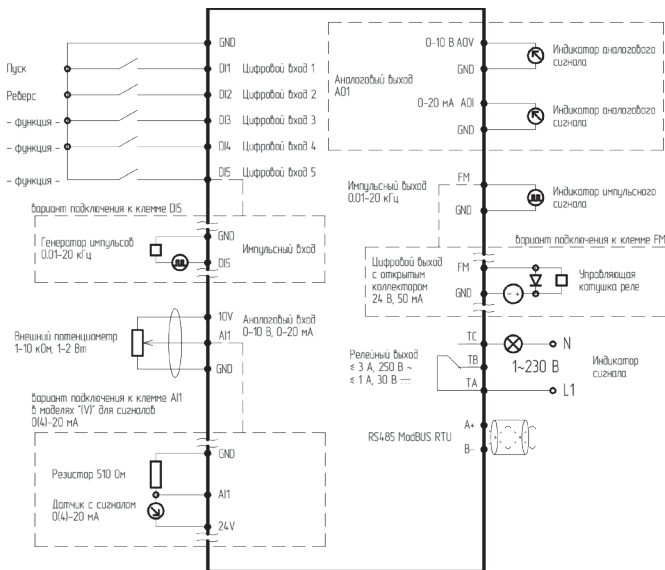

Рисунок 3 – Подключение управляющих клемм
- 2: 1~ 230 (220) В, 50/60 Гц
- 4: 3~ 400 (380) В, 50/60 Гц
- 6: 3~ 690 (660) В, 50/60 Гц
14. В моделях, имеющих (V) на конце, для работы с токовым сигналом аналогового входа необходимо подключить резистор 510 Ом (входит в комплект поставки) согласно схеме подключения (рисунок 3)
AI1	Аналоговый вход. Работает по напряжению в диапазоне 0...10 В и по току в диапазоне 0-20мА (В моделях, имеющих (V) на конце, для работы с токовым сигналом аналогового входа необходимо подключить резистор 510 Ом (входит в комплект поставки) согласно схеме подключения (рисунок 3))